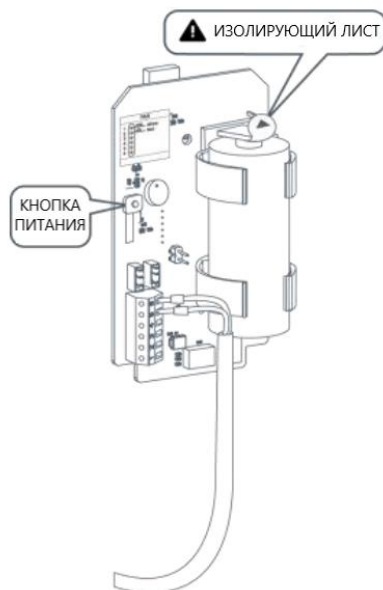

Рисунок 4.
2. Вытяните изолирующий лист на боковой стороне батареи и проверьте не перепутаны-ли контакты батареи. (Рисунок 4)